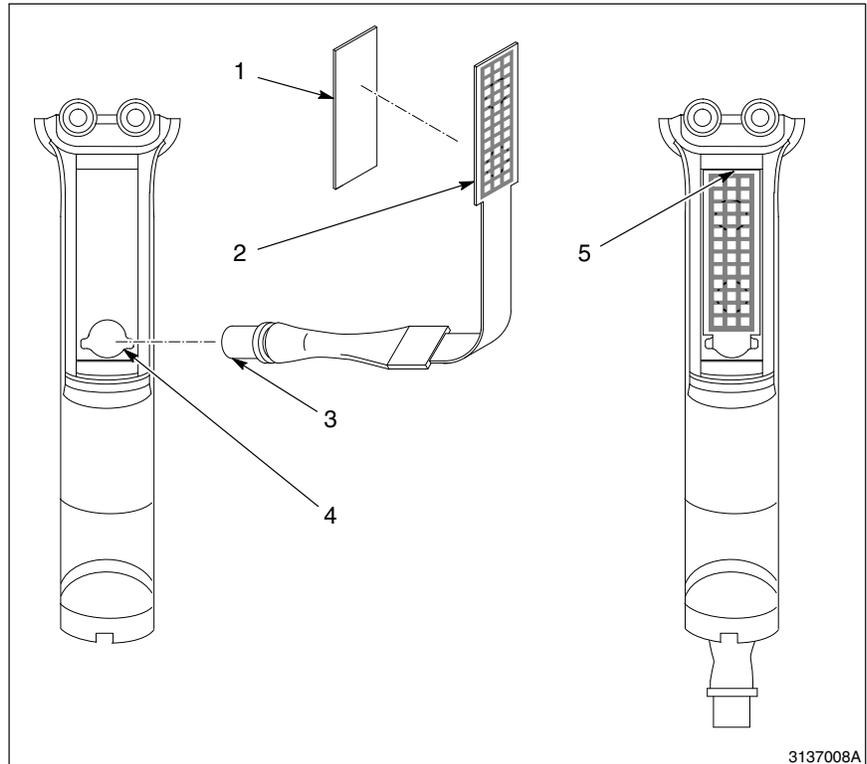

Fig. 7-2 Remplacement du bloc de contact gâchette/purge
2. Séparer la vis à pivot (12) de la poignée (22).
3. Enlever la gâchette (11) et le bouton de purge (10).
4. Se reporter à la figure 7-2.